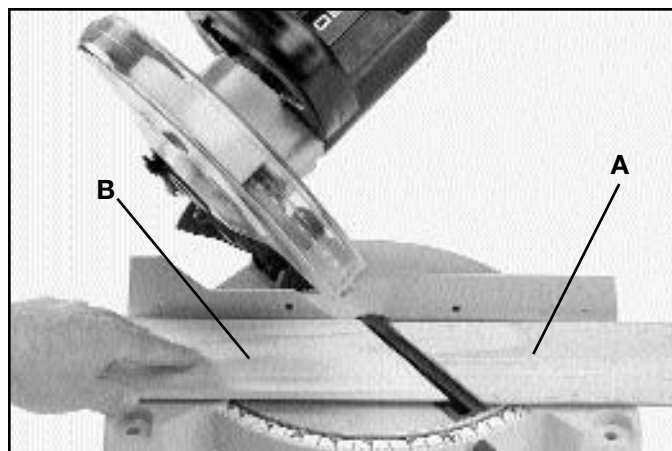
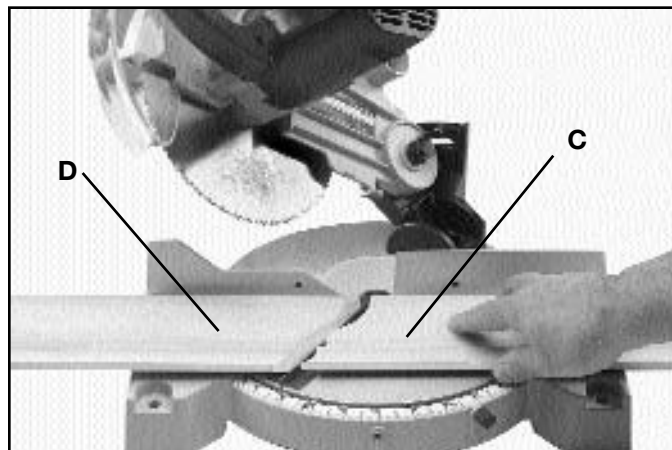
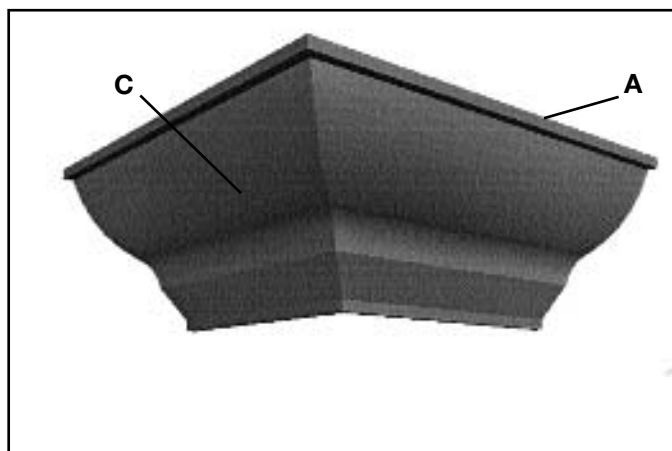
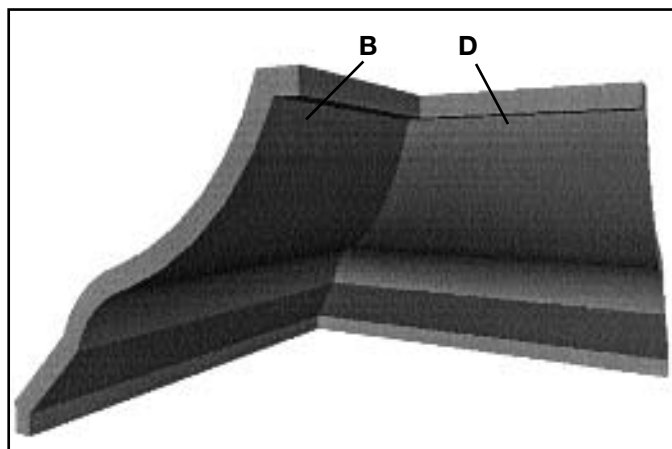

Fig. 37
Fig. 38
Fig. 39
Fig. 40
3. Coloque la moldadura coronada sobre la mesa con el **BORDE DE TECHO** de la moldadura contra la guía, y realice el corte, como aparece en la Fig. 37. **AVISO:** el pedazo de moldadura coronada utilizado para la esquina exterior estará siempre a la mano derecha de la hoja, como puede verse en (A) Fig. 37. El pedazo de moldadura coronada utilizado para la esquina interna siempre estará a la mano izquierda de la hoja, como puede verse en (B) Fig. 37.
5. Coloque la moldadura coronada sobre la mesa con el **BORDE DE PARED** de la moldadura coronada contra la guía como se ilustra en la Fig. 38, realizando el corte. De nuevo, el pedazo de moldadura coronada utilizado para la esquina externa siempre estará a la derecha de la hoja, como lo ilustra (C) Fig. 38. El pedazo de moldadura coronada utilizado para la esquina interna siempre estará a la izquierda de la hoja, como aparece en (D) Fig. 38.
6. La Fig. 39 muestra los dos pedazos de esquina externa, (A) siendo el material cortado en (A) Fig. 37 y (C) siendo el material cortado en (C) Fig. 38.
7. La Fig. 40 muestra los dos pedazos de esquina interna, (B) siendo el material cortado en (B) Fig. 37 y (D) siendo el material cortado en (D) Fig. 38.